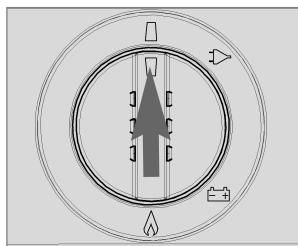

Fig. 33
■ Les modèles MES et AES sont déconnectés au moyen de la touche " MODE ". Tenez la touche A enfoncée pendant 2 secondes. L'affichage disparaît et l'appareil est entièrement déconnecté (Fig. 33).